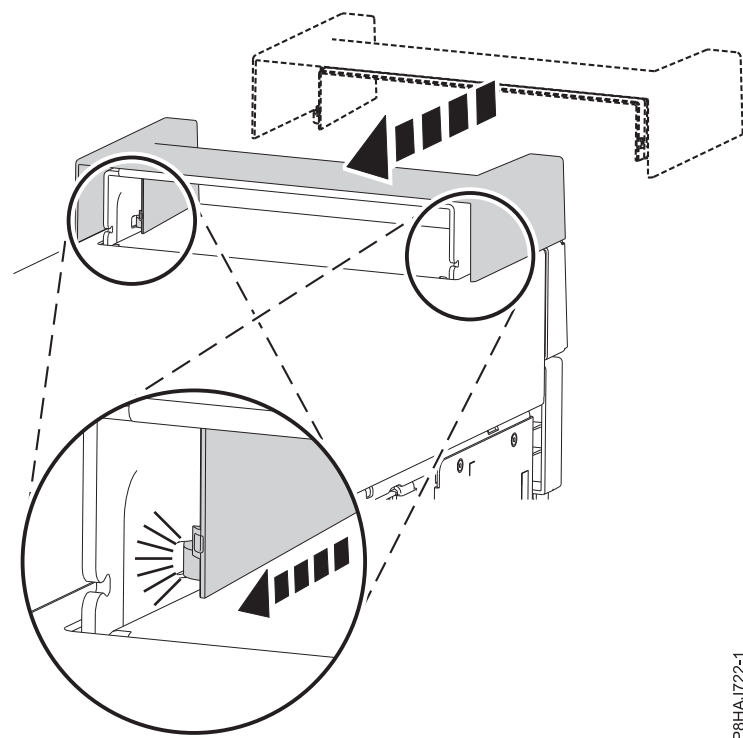

Figura 84. Fixació de la tapa de nansa en un sistema autònom 8286-41A
1. Colleu la tapa de nansa a l'estació d'acoblament RDX interna (FC EUA3) fent-la lliscar cap a la part posterior del sistema. Consulteu Figura 84.